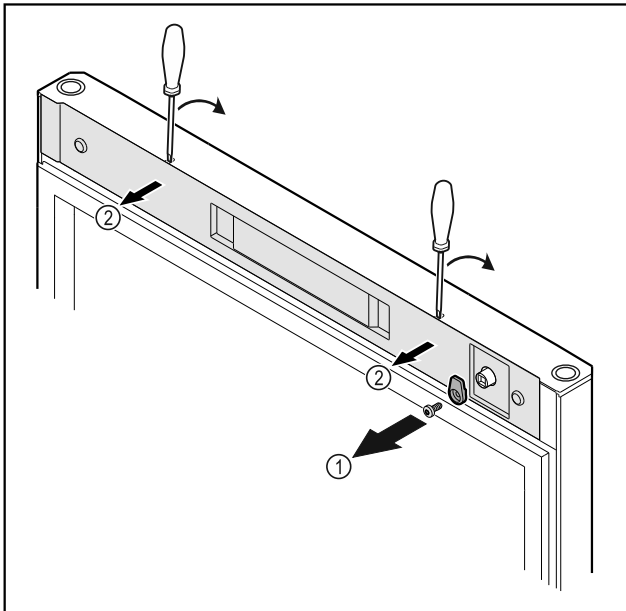

Fig. 14
- Schließhaken Fig. 14 (1) abschrauben.
- Abdeckung Fig. 14 (1) mit einem kleinen Schraubendreher ausrasten und abnehmen.